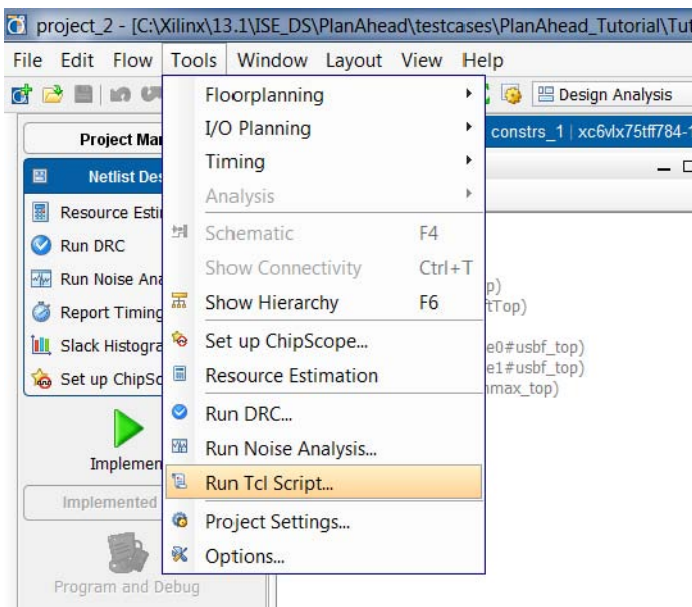

図 1-4 : [Run Tcl Script] コマンドの実行
2. GUI で [Tools] → [Run Tcl Script] をクリックし、[Run Script] ダイアログ ボックスを開きます (図 1-4)。